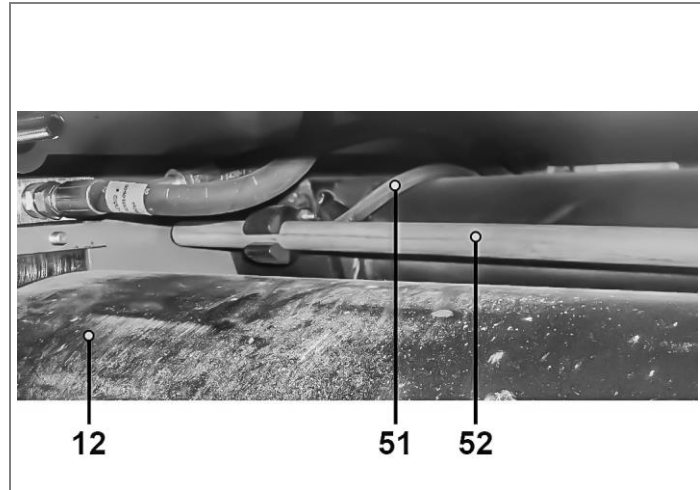

Рис. 41
10.2. С помощью вентиля разбрызгивателя (50) (Рис. 39-40) можно установить равномерное разбрызгивание воды во время работы. Откройте вентиль подачи воды и убедитесь в том, что вода по шлангу (51) идет на каждый валец (12) из разбрызгивателей (52) (Рис. 41).